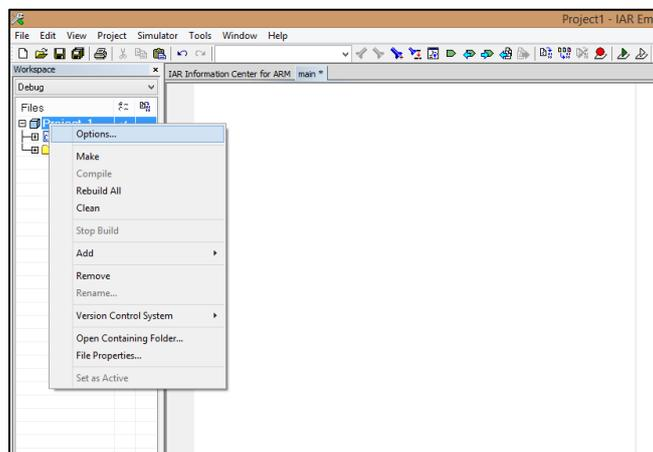

Рис. 3.6. Окно настройки проекта
5. Далее необходимо настроить проект. Для этого в окне *Workspace* выбирается пункт контекстного меню *Options* (рис. 3.6).